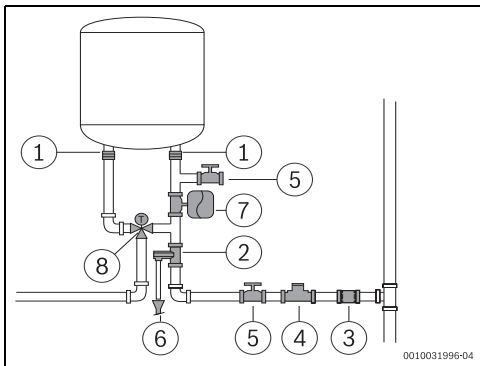

Fig. 10
- Se recomienda instalar una válvula termostática (fig. 10, [8]) en el tubo de descarga del aparato si se utilizan tubos PEX. Ajustarla para cumplir con el rendimiento del material usado.
- ▶ No instalar nunca accesorios (diferentes a los que se muestran en la fig. 10) entre la válvula de seguridad y la entrada de agua fría (lado derecho) del aparato.
- ▶ Instalar un reductor de presión (fig. 10, [4]). La válvula de seguridad se activará siempre que la presión de agua dentro del aparato se sitúe por encima de 8 bar ( $\pm 1$  bar), por lo que será necesario planificar una forma para vaciar esta agua.
- ▶ Instalar un vaso de expansión (fig. 10, [7]) para impedir que la válvula de seguridad se abra con tanta frecuencia. El volumen del vaso de expansión debería ser equivalente al 5 % del volumen del aparato.